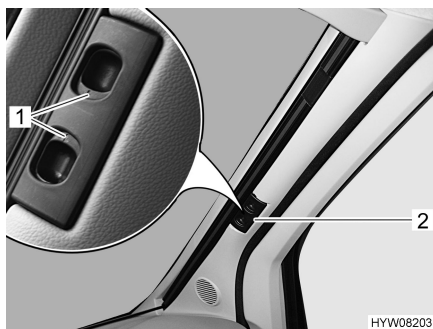

Fig. 8 Dispositif occultant plissé pour le pare-brise
- Pousser les deux moitiés du dispositif occultant plissé pour le pare-brise par la poignée (Fig. 8,2) à fond vers l'extérieur.
- Faire s'enclencher les poignées de déverrouillage (Fig. 8,1).